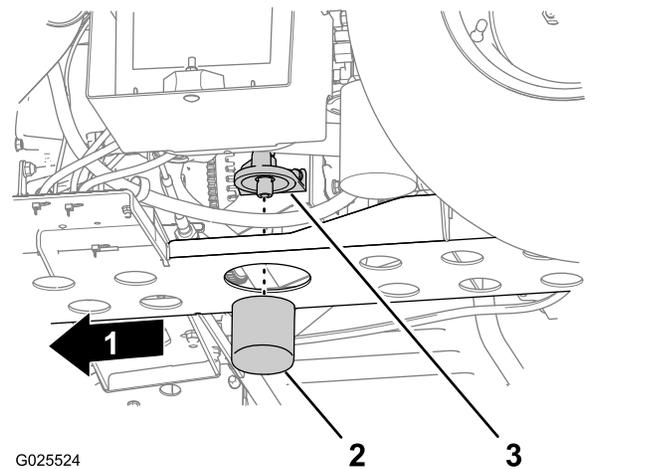

Figure 45
5. Déposez le filtre à huile de son adaptateur (Figure 45).
6. Essuyez la base d'étanchéité de l'adaptateur du filtre (Figure 45).
8. Vissez le filtre jusqu'à ce que le joint touche la base d'étanchéité de l'adaptateur, puis serrez encore le filtre dans le sens horaire de 1/2 à 2/3 de tour (Figure 45).